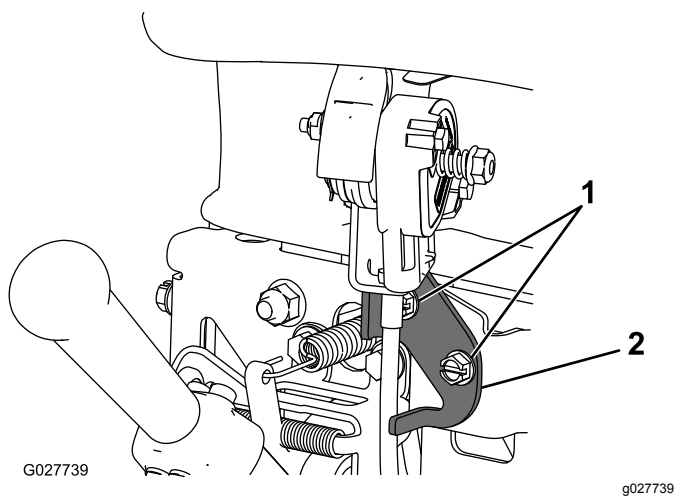

Figura 33
2. Afloje las 2 fijaciones que sujetan el control del acelerador (**Figura 33**).